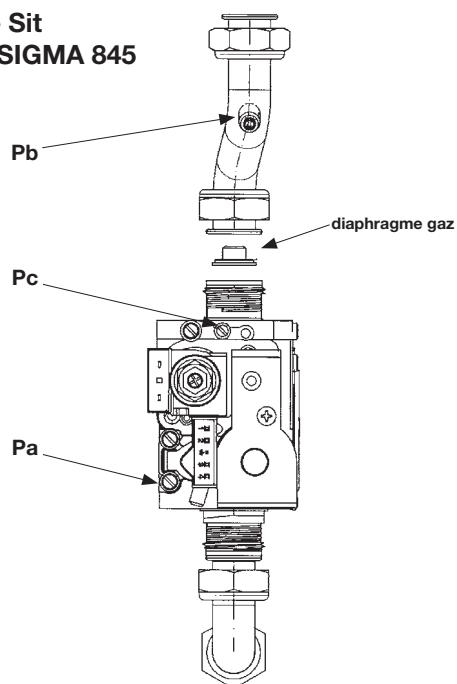

Figure 11
- relier la prise de pression positive d'un manomètre différentiel, si possible à eau, à la prise de pression (Pb) de la soupape du gaz (figure 11). Brancher la prise négative - des modèles à chambre étanche - du manomètre à un "T" afin de relier la prise d'équilibrage pression de la chaudière, la prise d'équilibrage pression de la vanne gaz (Pc) et le manomètre. (On obtient le même résultat en reliant le manomètre à la prise de pression (Pb) sans le panneau avant de la chambre étanche);
- Vérifier que la pression d'alimentation de la chaudière, mesurée à la prise de pression (Pa) de la vanne gaz (Figure 11) est correct (37 mbar pour le gaz propane, 28 mbar pour le gaz butane, 20 mbar pour le gaz méthane ou 25 mbar pour le gaz G25);